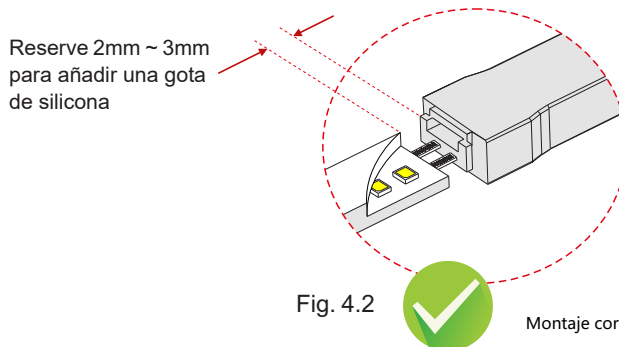

Fig. 4.2
- Fig. 4.2 — Los 2 pines deben insertarse entre la placa PCB de la tira y la base de silicona, y reservar 2-3 mm para sellar la conexión con una gota de silicona.